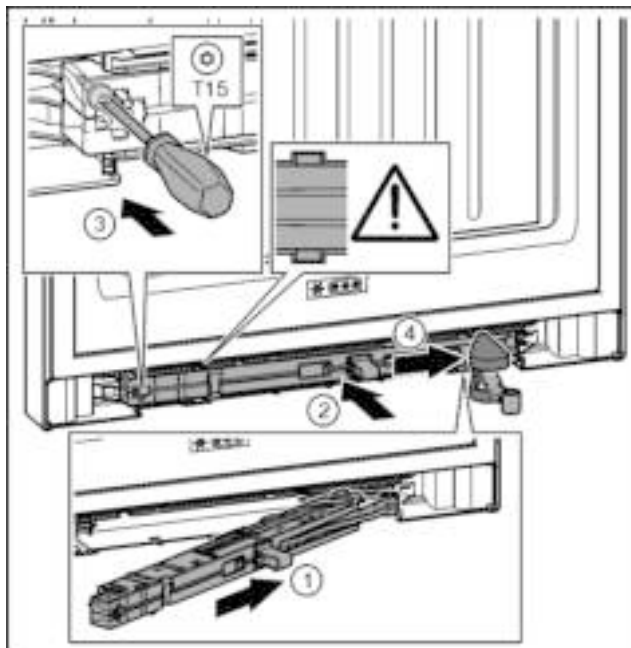

Fig. 39
- ▶ Sluitdempereenheid aan de zijde van de lagerbus tot de aanslag schuin in de uitsparing schuiven. Fig. 39 (1)
- ▶ Sluitdempereenheid volledig in de uitsparing schuiven. Fig. 39 (2)
- ▶ Schroef met een schroevendraaier T15 vastschroeven. Fig. 39 (3)
- ▶ Afdekking over het scharnier schuiven. Fig. 39 (4)